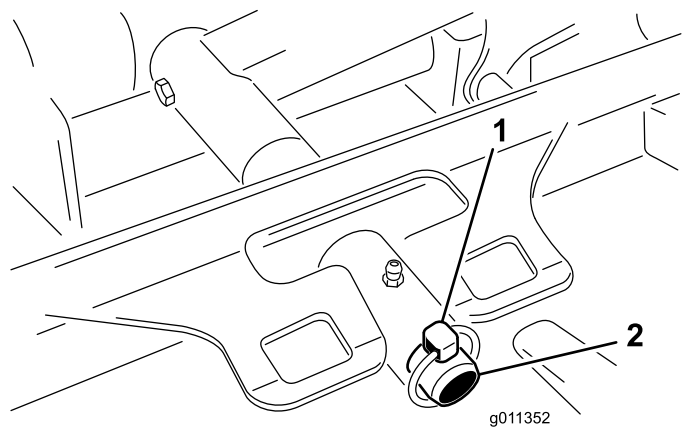

図 70
2. デッキのキャリアフレームを昇降アームのピボットピンに固定しているリンチピンモデル 30874 ではリテーナナットを外す **図 70**。
2. デッキのキャリアフレームを昇降アームのピボットピンにセットする **図 70**。リンチピンモデル 30874 ではリテーナナットをピンに取り付ける。